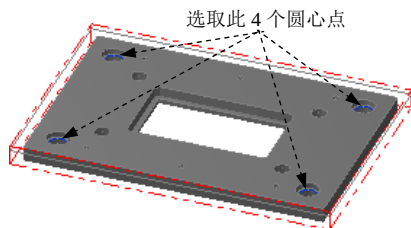

图 2.27 选取钻孔点
Step2. 设置加工区域。在“选取钻孔的点”对话框中单击按钮，在图形区中选取图 2.27 所示的 4 个圆心点。单击按钮，完成加工区域的设置，同时系统弹出“2D 刀具路径-螺旋铣孔”对话框。